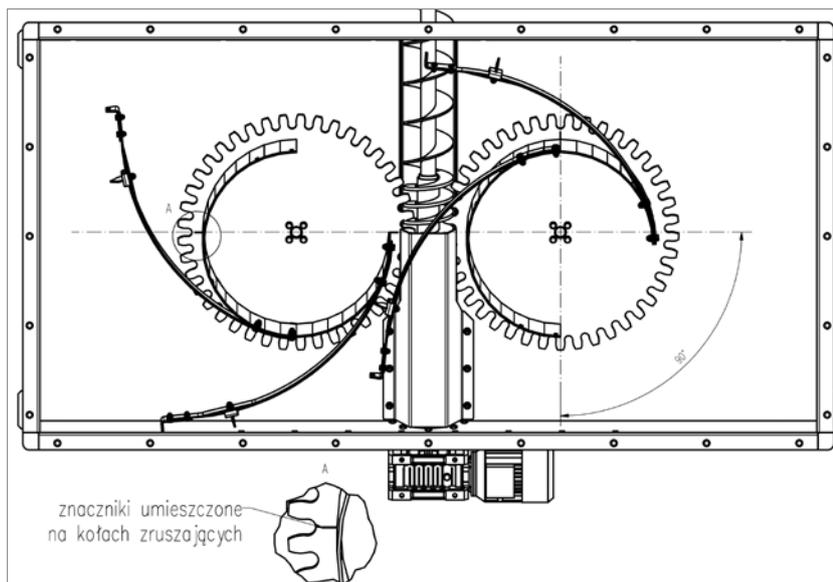

Рис. 2.2 Схема установки смешивающих колес в резервуаре, мощность свыше 120кВ
- б. в составах мощностью больше чем 120кВ смешивающие колеса следует установить так, чтобы прямые линии назначены нанесенными на них меткам пересекались под прямым углом, в то время как упругие планки должны находится в положении указанном на *рис. 2.2*.